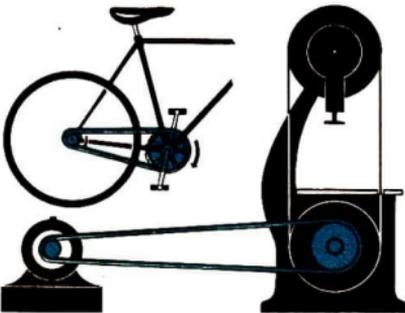

Bild 2 Ein Rad treibt das andere
2. Erkläre die beiden Darstellungen in Bild 2!